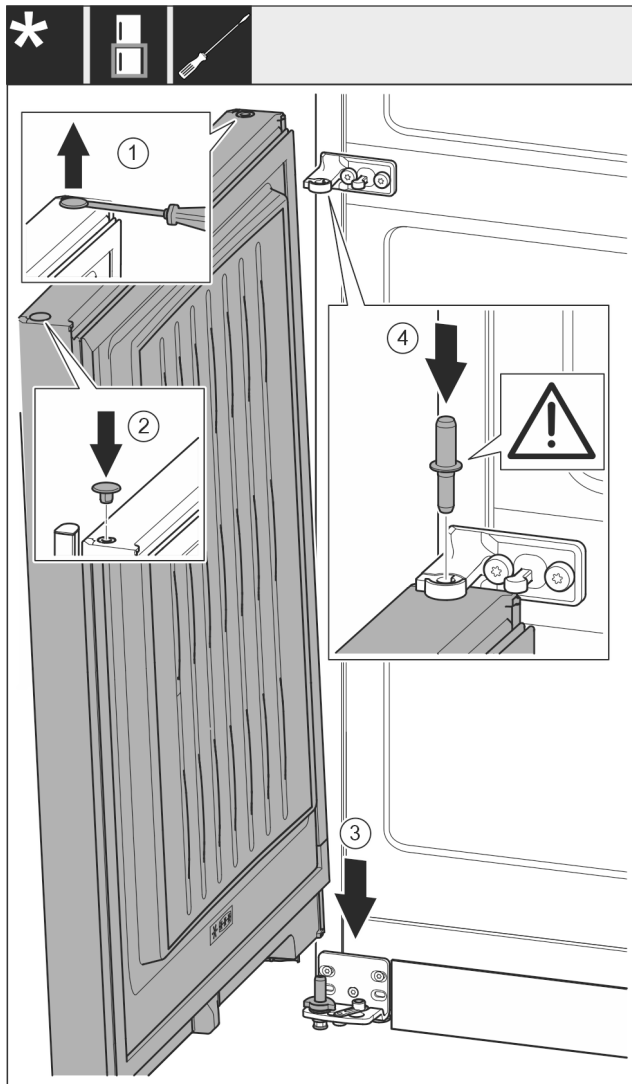

Fig. 28
- Ngrini lart me kujdes tapën Fig. 28 (1) me një kaçavidë me kokë petë dhe nxirreni jashtë.
- Vendosni sërish në vend tapën Fig. 28 (2) në anën tjetër të derës.
- Futni derën Fig. 28 (3) nga lart mbi bulonin e rrotullimit poshtë.
- Futni në derën poshtë bulonin e rrotullimit në mes Fig. 28 (4), duke e kaluar përmes bazamentit mbështetës në mes. Këtu bëni kujdes që gunga ndaluese të jetë e kthyer nga poshtë.